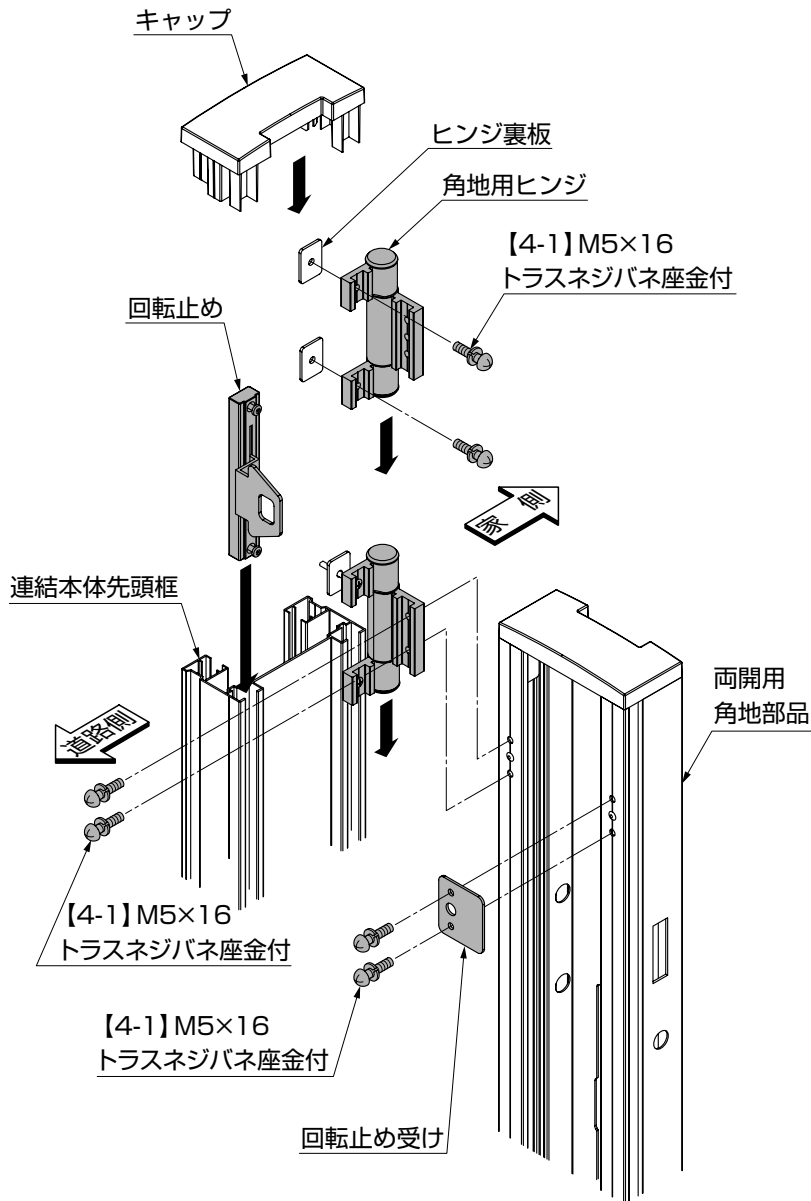
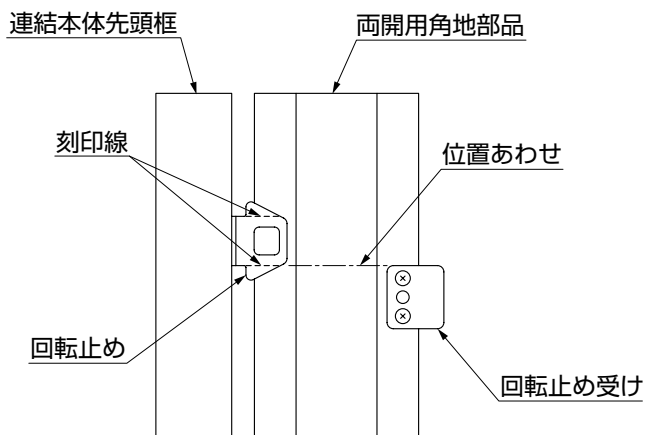

図6-1
図6-2
- ① 連結本体先頭框のキャップを上へ引上げてはずしてください。
- ② 連結本体先頭框の家側のスリット部分に角地用ヒンジを2個挿入し、両開用角地部品に固定してください。（図6-1参照）
- ③ 連結本体先頭框の上端と両開用角地部品の先端を合わせ、連結本体先頭框に【4-1】で固定してください。（図6-1参照）
- ④ 回転止め受けを両開用角地部品の道路側に取り付けてください。（図6-1参照）
- ⑤ 回転止めを連結本体先頭框の道路側スリットに挿入してください。
- ⑥ 回転止めの位置を調整し、回転止めのネジを締めて固定してください。（図6-2参照）
- ⑦ ①で外した連結本体先頭框のキャップを取り付けてください。（図6-1参照）
- ⑧ 両開用角地部品に錠受け金具の取付けを参考に錠受け金具（両開き用）とハンドル受け（道路側）、ハンドル受け（家側）を取付けてください。（「3-3錠受け金具の取付け（1）両開きの場合」参照）